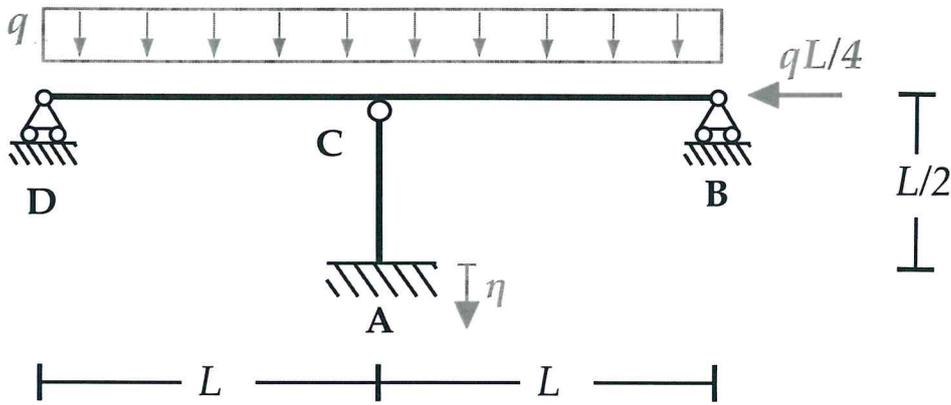

Figura 1. Struttura da progettare.
Si deve progettare la struttura piana riportata in Figura 1, soggetta all'azione di una forza orizzontale e di carico distribuito verticale sulla trave. La lunghezza L è pari a 10 m. Il valore del carico verticale di progetto q deve essere valutato con il metodo degli Stati Limite considerando che è la combinazione di un carico permanente il cui valore caratteristico è di 8 kN/m e un carico variabile, di valore caratteristico pari a 6.4 kN/m. L'azione orizzontale ha intensità pari a $qL/4$. Considerando elementi strutturali (trave e pilastro) caratterizzati dalla medesima sezione, si richiede di:
- 1) effettuare l'analisi statica della struttura considerando l'azione verticale e orizzontale, disposti come rappresentato in Figura 1, in assenza di cedimento anelastico η , e si diagrammino gli andamenti delle caratteristiche della sollecitazione interna (N , T ed M). Si noti che la cerniera posta nel nodo C non interrompe la continuità del tratto DB.
- 4) valutare l'effetto del cedimento anelastico verticale η del pilastro (si veda la Figura 1), assunto pari a 2 cm, sulle azioni interne. Si valuti quindi l'effetto complessivo di cedimento, carico verticale e forza orizzontale in termini di azioni interne e si valuti se la sicurezza della struttura è ancora positiva, se si considerano i profili metallici progettati al punto 2.